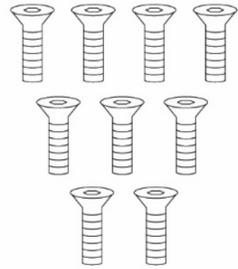

Abbildung 5 - Sechskantschrauben
6. Schrauben Sie die mitgelieferten Innensechskantschrauben (**siehe Abbildung 5 - Sechskantschrauben**) (3 Schrauben an 3 Seiten) ein und ziehen Sie sie mit dem mitgelieferten Innensechskantschlüssel (**siehe Abbildung 7 - Sechskantschlüssel**) fest.